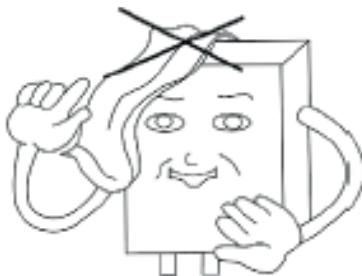

Fig.17
- No coloque toallas ni ropa encima del calentador de agua. (Fig. 17)